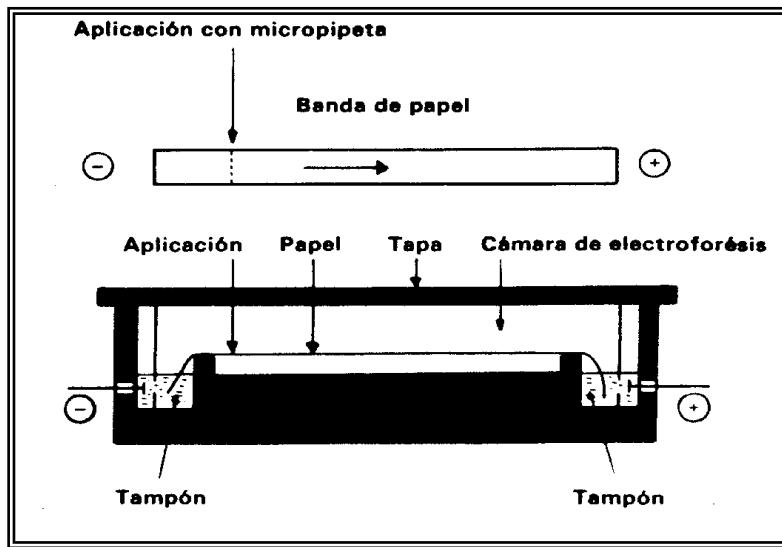

Figura 9. .Esquema de la cámara de electroforesis
- d). Coloque la tira en la cámara de electroforesis siguiendo las instrucciones de su asesor (utilice imanes para fijar el papel) (Ver Figura 9).